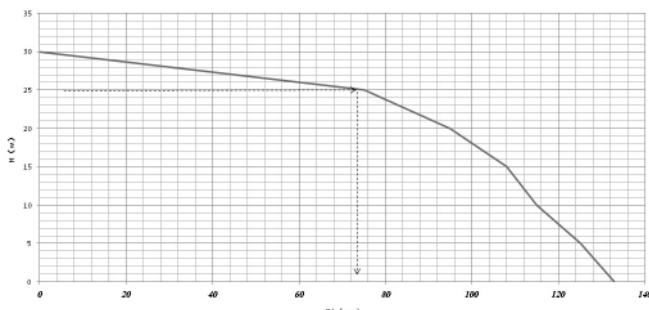

Рис. 14 График зависимости производительности Q мотопомпы от высоты подъема (H)
- График зависимости производительности мотопомпы от высоты подъема  $H_s$  (Рис. 14).
4. На графике зависимости высоты подъема от производительности мотопомпы (Рис.14) находим величину расхода, она составляет примерно 72 л/мин или 4,3 м3/час.